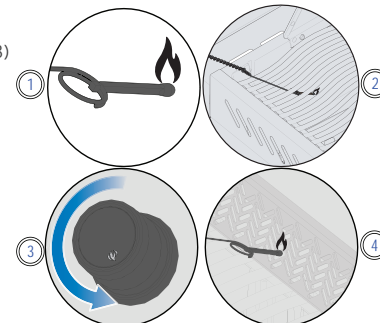

Fig. 4
3. und drehen Sie gleichzeitig den Bedienknopf für den entsprechenden Brenner hoch. (Fig. 4)